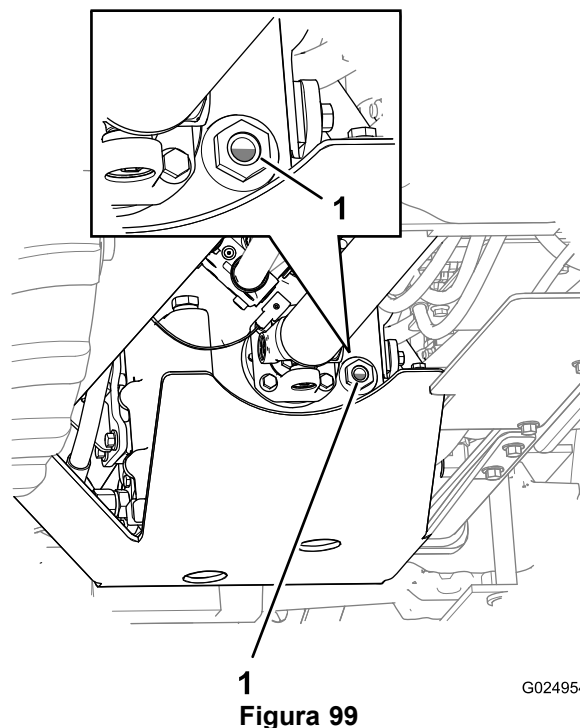

Figura 99
4. Após 5 minutos, verifique o nível de óleo na transmissão pelo visor de nível (Figura 99).
6. Repita os procedimentos 2 a 5 até o nível do óleo cobrir 1/2 a 3/4 do visor de nível (Figura 99).
Nota: O nível do óleo deve cobrir 1/2 a 3/4 do visor de nível (**Figura 99**).